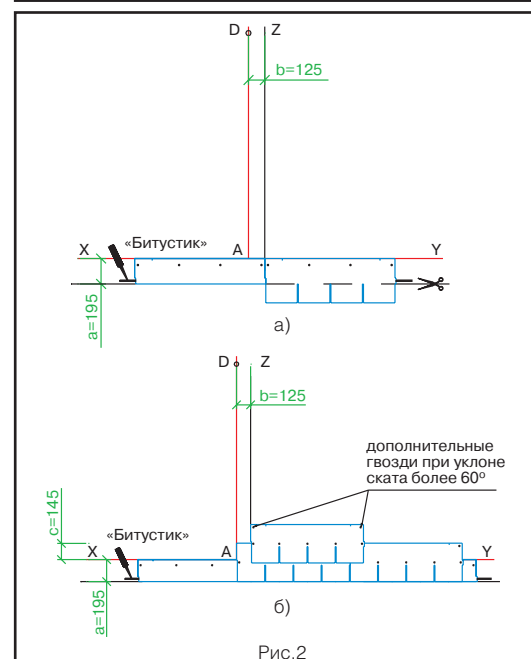

Рис.2
Укладка материала (рис. 2)
- Начальный ряд формируется из листов черепицы СТАНДАРТ обрезанных по линии образованной конечными точками вырезов. Полученные таким образом полосы шириной 19,5 см укладываются по линии карниза в обе стороны от линии Z (рис. 2а) и фиксируются по нижнему краю битумной мастикой «Битустик», а по верхней кромке 4 гвоздями (ось гвоздей на 5 см ниже верхнего края полосы). На гидроизоляционную мембрану «Сейфити» начальный ряд может быть наплавлен при помощи теплового строительного фена.
- далее первый ряд черепицы укладывается от линии AD (рис. 2б);
- второй ряд укладывается от линии Z (со смещением 12,5 см от AD) (рис. 2б);
Каждый лист черепицы СТАНДАРТ крепится 5 гвоздями (ось гвоздей на линии битумных клеевых полос) таким образом, чтобы гвоздь прошивал и верхний край нижележащего листа черепицы (рис. 2б).